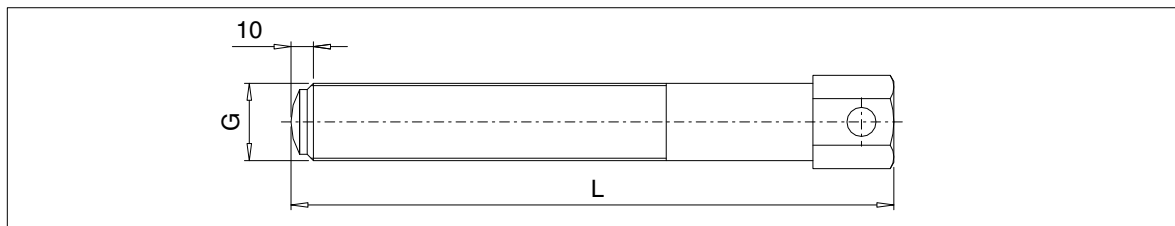

图 14: 拔出式主轴
- 利用一个螺纹主轴 (图 14) 拔下 FLUDEX 联轴器。